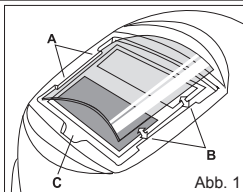

Abb. 1
**Austausch der vorderen Abdeckscheibe:** Tauschen Sie die vordere Abdeckscheibe aus, wenn sie beschädigt (gerissen, verdeckt oder verkratzt) ist. Drücken Sie mit dem Finger oder Daumen in die Mulde (C) am unteren Rand der Abdeckscheibe und biegen Sie diese nach oben, bis sie an den mit A und B gekennzeichneten Kanten freigegeben wird. (Vgl. Abb. 1).